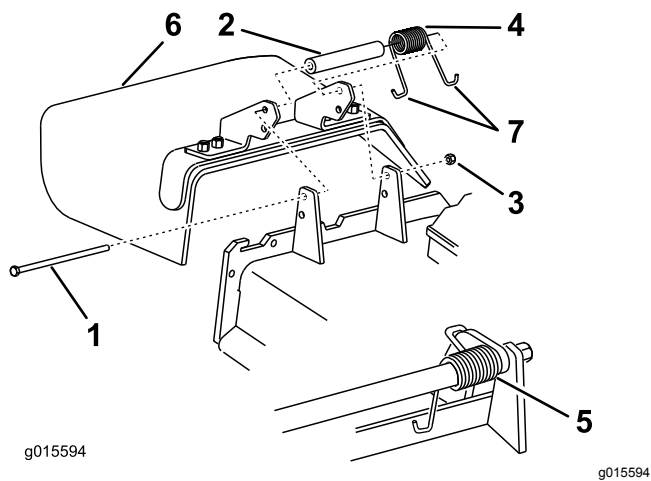

Figure 107
1. Retirez le contre-écrou, le boulon, le ressort et l'entretoise qui fixent le déflecteur aux supports de pivot (Figure 107). Déposez le déflecteur d'herbe s'il est endommagé ou usé.
Remarque: Prenez soin de placer une extrémité en J du ressort derrière le bord du tablier avant de mettre le boulon en place, comme montré à la Figure 107.
- Remettez le boulon et l'écrou en place. Accrochez l'extrémité en J du ressort au déflecteur d'herbe (Figure 107).